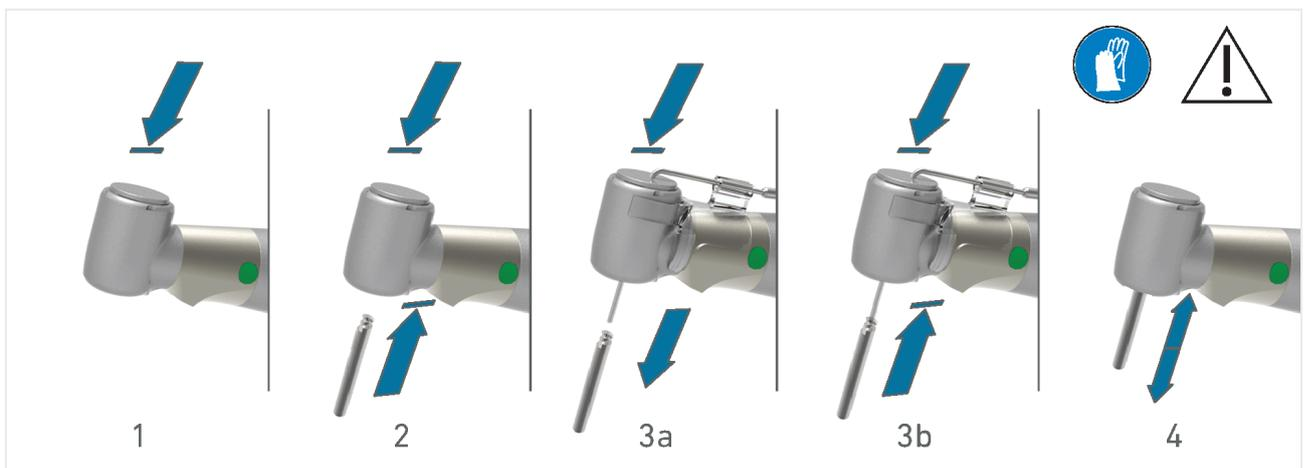

FIG. 3
1. Pressione o botão e, simultaneamente, puxe a ferramenta para fora (FIG. 3 passo 1).
2. Pressione o botão de pressão, insira a nova ferramenta até ao engate e solte o botão de pressão (FIG. 3 passo 2).
3. Se utilizar o sistema de irrigação Kirschner/Meyer, recomenda-se que deixe o tubo de arrefecimento colocado para trocar a ferramenta (FIG. 3 passo 3a e 3b).
Verifique se a broca pode ser rodada facilmente e se esta permanece na posição quando se aplica tração (FIG. 3 passo 4).
2. Remova broca (FIG. 3 passo 1).